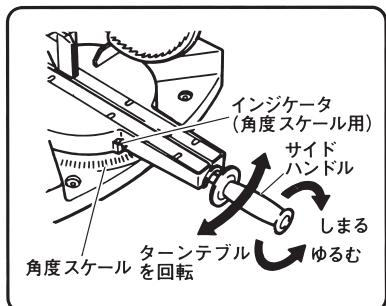

図 28
- (1) ターンテーブルを回転させると左 45° , 右 57° までの角度切断ができます。サイドハンドルをゆるめ、ターンテーブルをまわし、インジケータ(角度スケール)を角度スケールの度数目盛に合わせます。(図28)